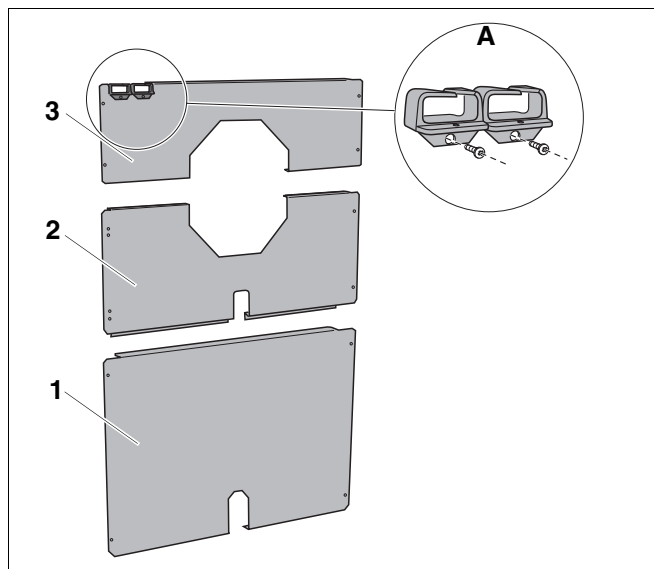

Рис. 35 Задняя стенка из 3-х элементов
- нижний элемент задней стенки (рис. 35, поз. 1)
- средний элемент (рис. 35, поз. 2)
- верхний элемент (рис. 35, поз. 3)
- 2 кабельных ввода (рис. 35, вид А)
- Установить кабельные вводы (рис. 35, вид А), закрепив винтами к верхней задней стенке (рис. 35, поз. 3).